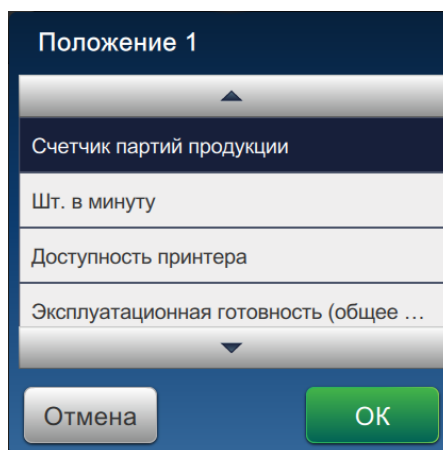

Рис. 6-20. Параметры изменения позиции
2. Нажмите нужную позицию, чтобы изменить параметры на главном экране, как показано на Рис. 6-20.